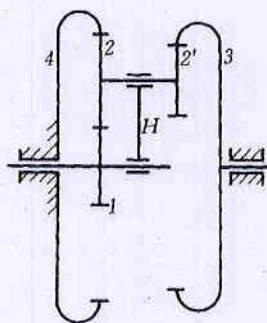

图 2 (题二、2 图)
2. (20 分) 如图 2 所示轮系中，已知各齿轮齿数为  $z_1=18$ ,  $z_2=30$ ,  $z_2'=25$ ,  $z_3=78$ ,  $z_4=73$ ，试求传动比  $i_{13}$ ，并说明二者的转动方向是否相同。